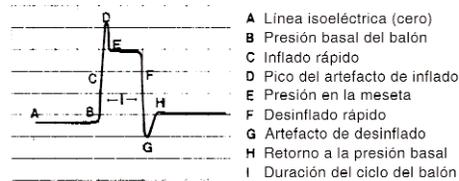

Figura 5.3: Curva de presión normal del balón
- Compare la curva azul de presión del balón que aparece en la pantalla con la Figura 5.3. Las características de una curva normal de presión del balón son: